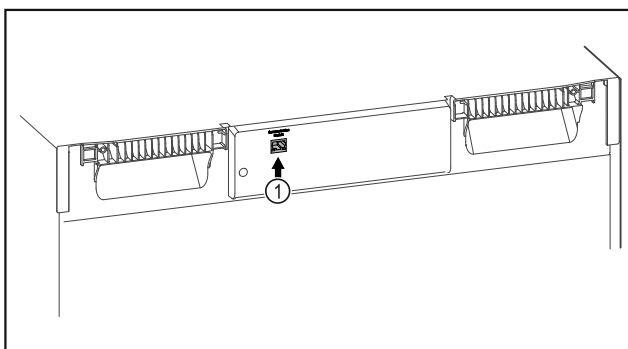

Fig. 77
- SmartModule Fig. 77 (1) se rabi.